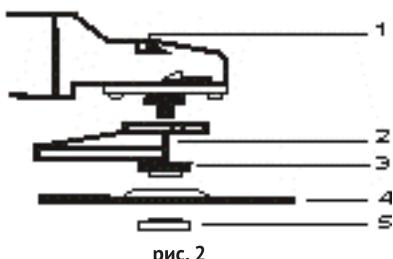

рис. 2
7.1 Для монтажа рабочего круга отключите от сети штепсельную вилку шлифмашины. Фиксируя вал нажатием кнопки «1» механизма стопорения (рис.2), смонтируйте круг в соответствии с рис. 2. Для закручивания гайки используйте ключ, имеющийся в комплекте поставки. Не прилагать усилия затяжки более 3 кг/м. Проверьте вращение шпинделя с кругом (вращение от руки должно быть свободным).
7.3 В случае затруднения демонтажа рабочего круга, во избежание поломки стопора «1» (рис.2), используйте гаечный ключ для удержания шпинделья шлифмашины.